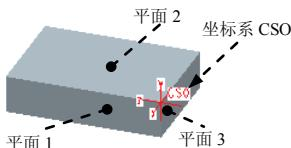

图 5.19.30 由三个平面创建坐标系
如图 5.19.30 所示，现需要在三个垂直平面（平面 1、平面 2 和平面 3）的交点上创建一个坐标系 CSO，操作步骤如下。
Step3. 选择三个垂直平面。如图 5.19.30 所示，选择平面 1；按住键盘上的 Ctrl 键，选